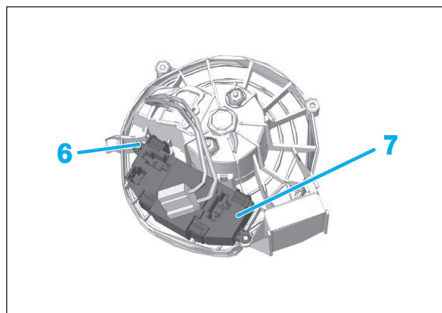

Fig. 33
- la vis (6) du hacheur (7) (Fig.33),